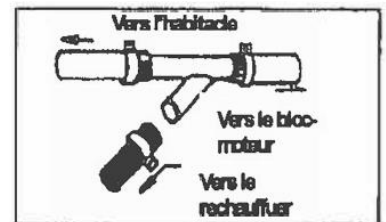

Figure 9 - Raccord en Y
4. **Sortie (raccord supérieur):** Près du bloc-moteur, couper le boyau qui va de la chaufferette de l'habitacle à l'orifice d'entrée du bloc-moteur. Enfiler les colliers de serrage et insérer le raccord en Y (voir figure 9). Raccorder le tube de sortie du réchauffeur à l'ouverture reslante du raccord en Y, puis serrer le collier.